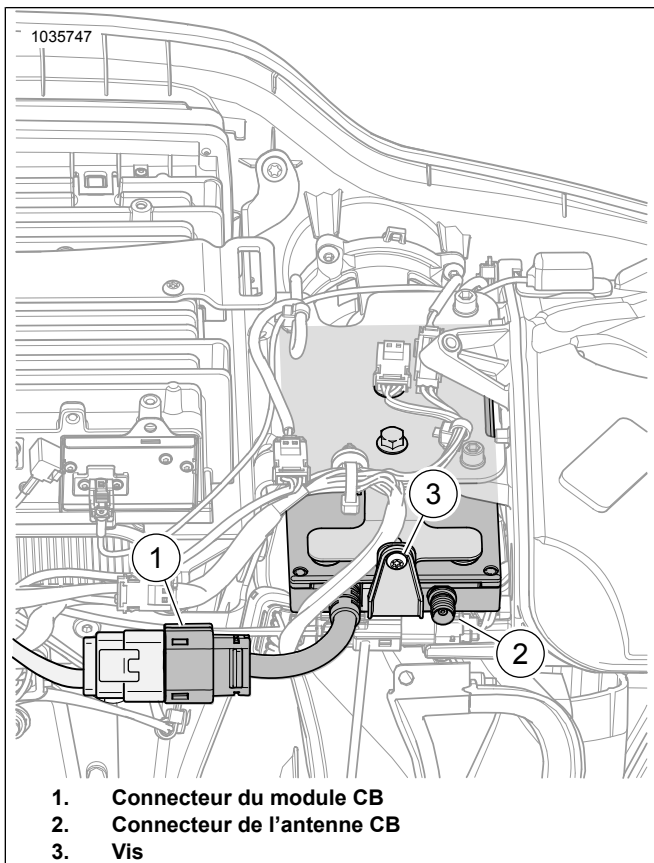

Figure 5. Connecteurs de faisceau du carénage interne
6. Consultez Figure 5 . Brancher le boîtier de douille à 12 emplacements à la CB [184] (1).